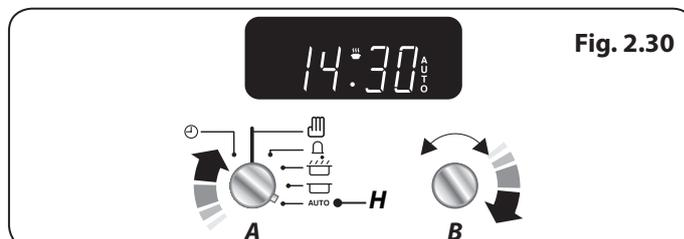

Fig. 2.30
3. Continúe girando el **botón de ajuste (B)** hasta la cantidad de tiempo que desee, p. ej. 1 minuto (Fig. 2.30). La pantalla mostrará la hora actual más el periodo de tiempo que haya establecido.
4. Gire el botón del **temporizador (A)** hasta la configuración **automática (H)** (Fig. 2.30). La pantalla mostrará la hora actual, el símbolo de cocción y la palabra 'AUTO'.